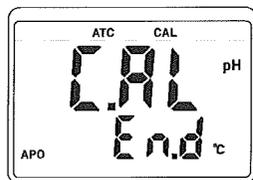

図9
- (7) 次にpH7の校正液を用意し、校正液の温度が安定するのを待ちます。
- (8) 上記の(4)~(6)と同様にpH7の校正を行います。pH7での校正はpH6.5~7.5迄の数値に設定可能です。
- (9) 次にpH10の校正液を用意し、校正液の温度が安定するのを待ちます。
(11)pH10の校正が終了すると、画面に"SA"と表示が現れた後"CAL"と"End"が一瞬表示し校正が完了します。(図9)